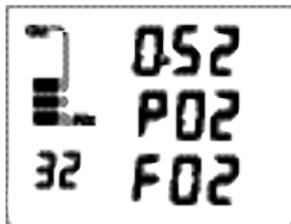

Fig. 79 - DESCOMPRESIÓN ALT 2
**PARADA DE DESCOMPRESIÓN ALT 2;** ésta es la información mostrada (Fig. 79):